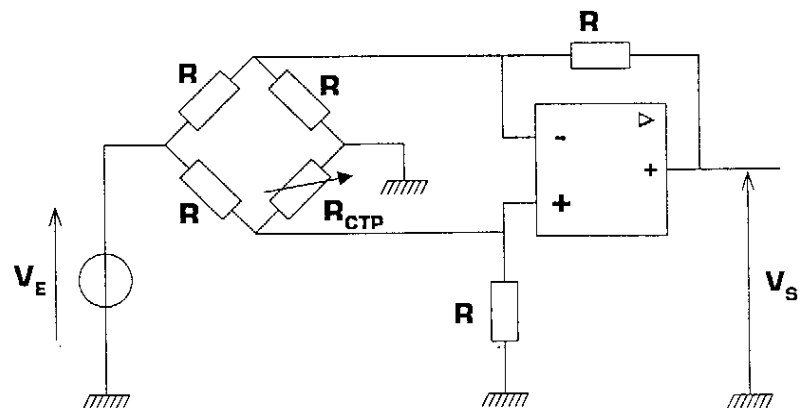

Figure 2
Le montage de la Figure 2 permet d'obtenir en sortie une tension  $V_S$  proportionnelle à la température ambiante. Il utilise pour cela une CTP [résistance à Coefficient en Température Positif] dont la résistance est donnée par :
IV - 2 - 1 - Redessinez le schéma de la Figure 2 afin qu'il ressemble à un des montages donnés dans le paragraphe III - 2 - Les différents montages à A.L.I. réalisant la fonction amplification puis fléchez-y les tensions  $V^+$  et  $V^-$ .
**IV - 2 - 6** - Comme l'A.L.I. fonctionne en régime linéaire, les tensions  $V^+$  et  $V^-$  sont égales. En écrivant l'égalité entre les expressions de  $V^+$  et de  $V^-$  trouvées aux questions **IV-2-2** et **IV-2-5**, déduisez l'expression de la sortie  $V_s$  en fonction de l'entrée  $V_E$ . Quelle est l'expression de l'amplification en tension  $A_v$  du montage de la *Figure 2*?
**IV - 2 - 9** - Quelles sont la valeur et l'unité de mesure de la sensibilité en température du montage de la *Figure 2*? Cette sensibilité est-elle constante quelque soit la température? *Sensibilité variable en fonction de la température. En Volt par degré C:  $V \cdot ^\circ\text{C}^{-1}$*